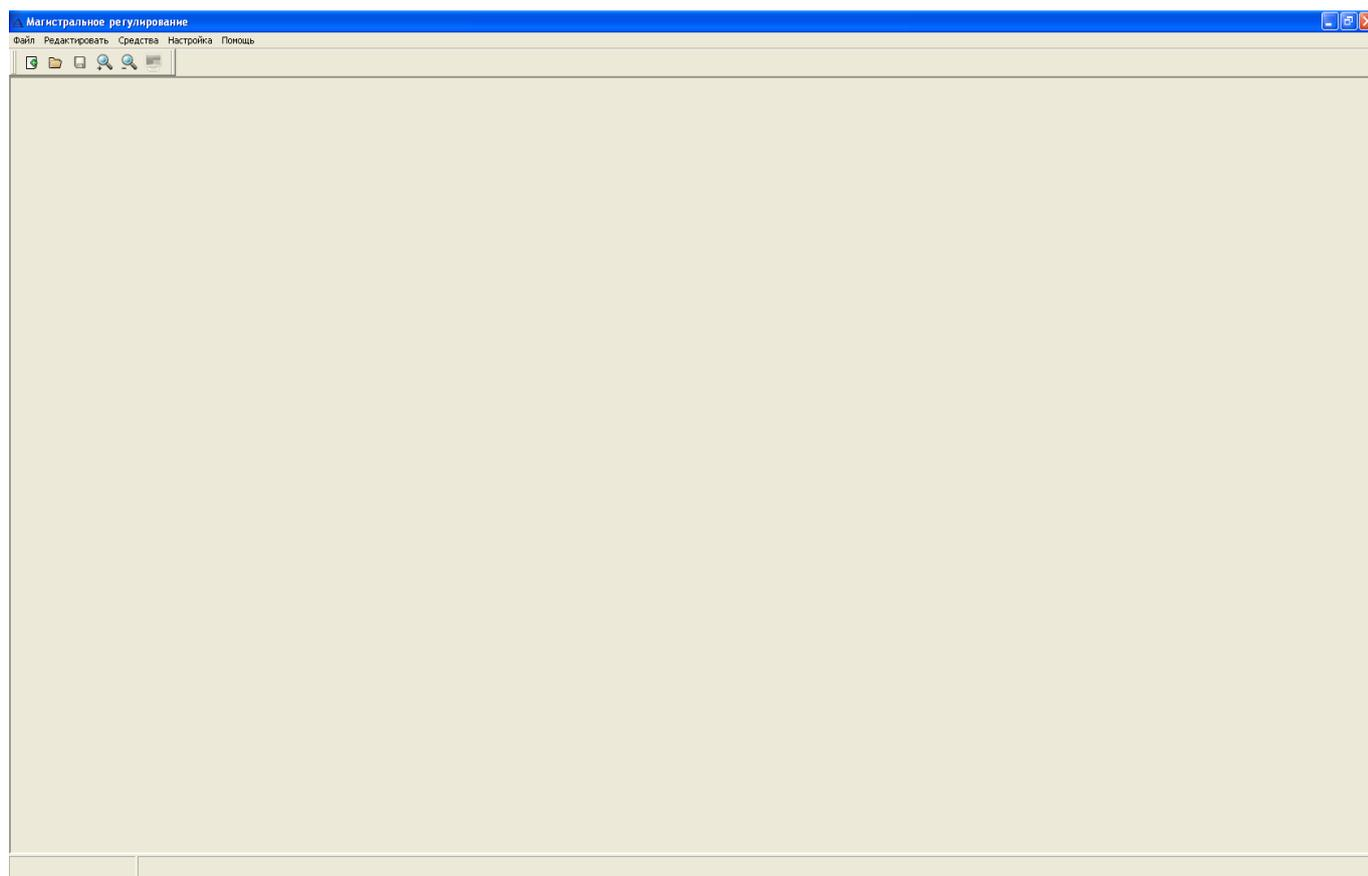

Рисунок 65
3.4.2.1.1. САПР координированного управления функционирует автономно. При нажатии кнопки "Магистральное регулирование" (см. рис. 15) на экране появляется рабочее окно программы САПР (алгоритм координированного управления) (рис. 65).